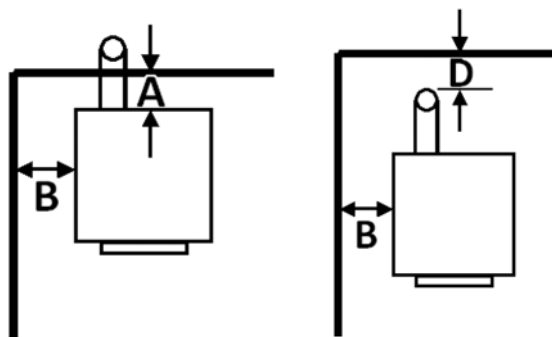

Figure 1
L'EUROZONE a été testé pour installation dans les résidences et maisons mobiles. (voir figure 1 & 2)
1. Positionnez le poêle en respectant les dégagements mentionnés aux figures 1 & 2.